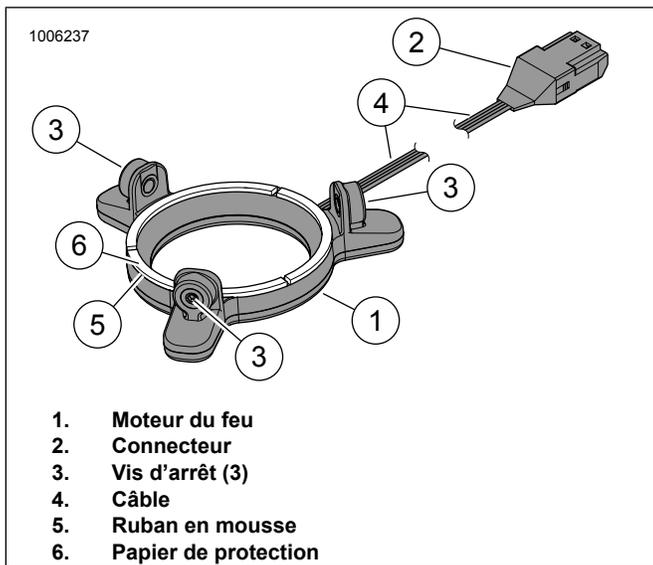

Figure 7. Feu DÉL, haut-parleur Stage II rond
3. Voir la figure 7. Retirer le papier de protection (6) du ruban de mousse (5) à l'arrière du moteur du feu (1).